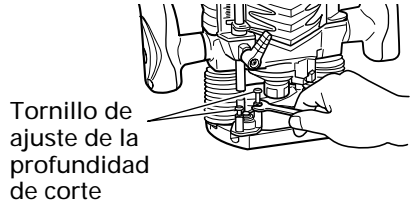

Fig. 6
2. Bloque del dispositivo de ajuste (Fig. 6)